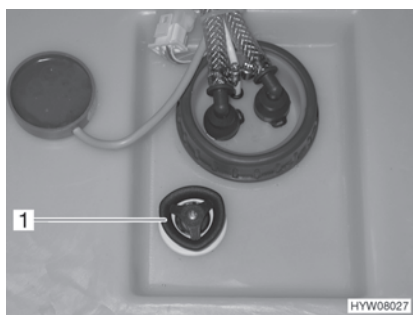

Bild 134 Vattentank med ratt
- Vrid ratten (Bild 134,1) på vattentanken medurs till stoppläget.
- Vrid ratten (Bild 134,1) på vattentanken moturs till motståndet. Vattnet rinner ut tills ca 20 liter är kvar.